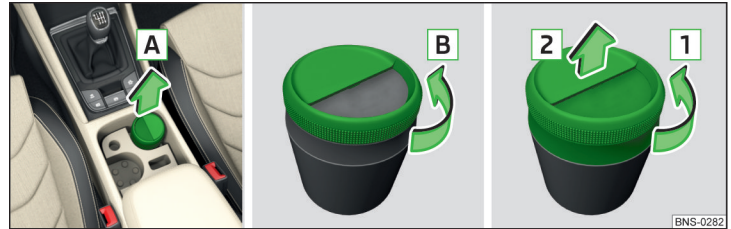

Abb. 138 Aschenbecher herausnehmen / öffnen / zerlegen
- Den Aschenbecher in Pfeilrichtung **A** herausnehmen » Abb. 138. Das Einsetzen erfolgt in umgekehrter Reihenfolge.